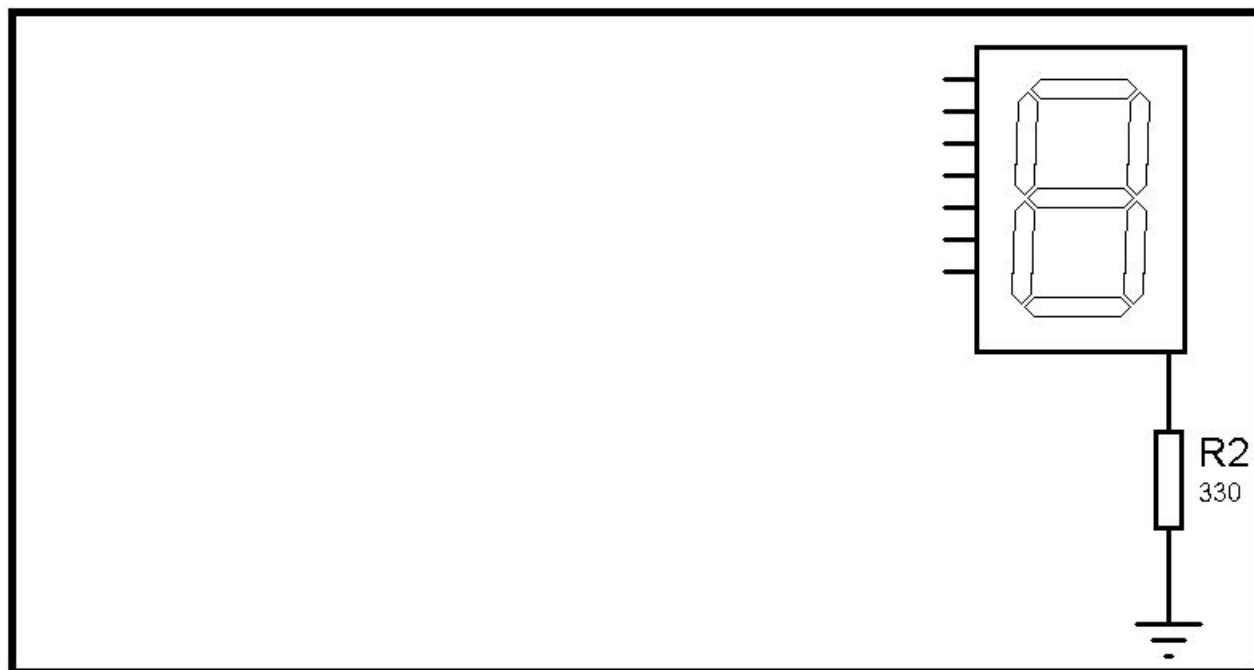

Figura 6. Diseño del control del display de 7 Segmentos.
- Diseñe el circuito necesario para mostrar en un solo display las dos letras o los dos números que le indiquen, y dibújelo en el espacio de la figura 6.